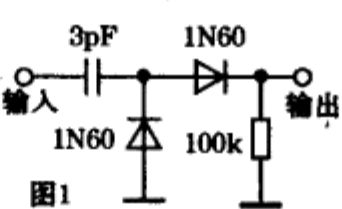

图1
测量微处理器IC001第⑭脚(VDD)电源、第⑭、⑮脚(4MHz)晶振、第⑮脚(RESET)复位三个工作条件正常，检测第⑮脚(SDA)、第⑮脚(SCL)和第⑮脚(SDA)、第⑮脚(SCL)两组总线信号输出端电压，第⑮、第⑮脚电压为4.6V，第⑮、第⑮脚电压为4.5V，也正常；但检查各被控电路总线接口引脚电压时，发现与微处理器第⑮脚(SDA)相连接的IC201(CXA1545AS)第⑮脚、IC202(TA8776N)第⑮脚、IC561(CXD2018Q)第⑮脚的电压却偏低，由正常时的4.6V下降为4.2V左右，且不稳定。考虑到被控电路供电异常可能引起总线电压失常，测量图1中各被控电路的供电引脚电压均正常；最后检查微处理器与被控电路的总线连接线路，发现IC001第⑮脚SCL与上述被控电路SCL脚的连接正常，电阻为100Ω，而IC001第⑮脚SDA与上述电路的SDA脚却存在5K左右的较大电阻，判断是微处理器到上述被控电路的SDA传输电路中断。由于无该机的电路图，且该机的电路复杂，按微处理器和被控电路的SDA引脚检查SDA连接线路又很麻烦，应急用导线直接将IC001第⑮脚与被控电路IC202第⑮脚外接电阻R244相连接，再测量IC001第⑮脚SDA与上述电路的SDA脚连接电阻恢复为100Ω，开机测量上述被控电路的SDA脚电压也恢复正常值4.6V，图像和伴音出现，光栅也恢复正常状态，只是场幅度不足，上部伴有回扫线。
天线输入中央二台信号（约80dB），用图1所示的检波头监测预中放管Q101集电极波形，进入D-MODE状态，按“2”数字键，调整RF-AGC